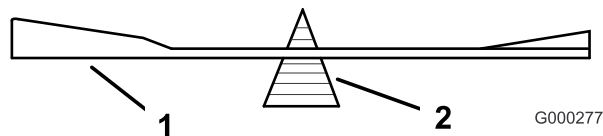

Figure 58
- Vérifiez l'équilibre de la lame en la plaçant sur un équilibreur (Figure 58). Si la lame reste horizontale,
elle est équilibrée et peut être utilisée. Si la lame est déséquilibrée, limez un peu l'extrémité de la partie relevée seulement (Figure 58). Répétez cette procédure jusqu'à ce que la lame soit équilibrée.